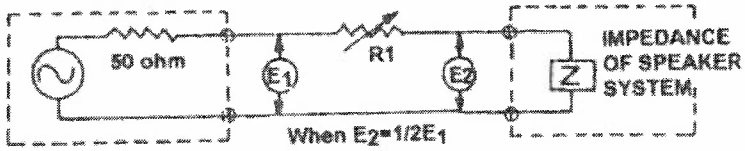

Figura 9
1. Como a figura 9, Conecte R1 serialmente à rede de comunicação (network).